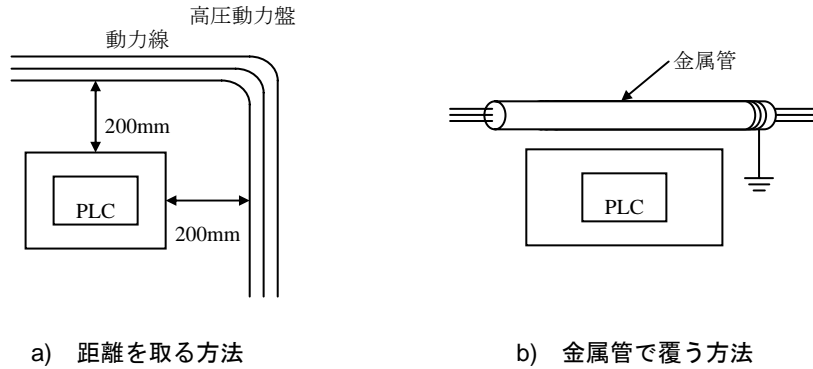

図15 動力線からPLCを隔離する方法の一例
- 6) 高圧線若しくは動力線から200 mm以上離してPLCを取り付けるか、又は高圧線若しくは動力線を金属管配線して金属管を完全にD種接地する(図15参照)。